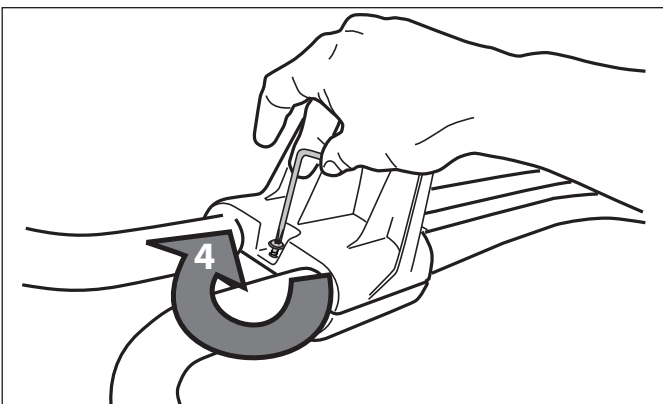

**Figura 2. Instale las manijas**
1. Inserte los tubos superiores (manijas) en los tubos de abajo en el carrito como se muestra en la Figura 2. Asegúrese de que los tubos superiores (manijas) se encuentran en la orientación correcta y alinie los orificios de los tornillos.